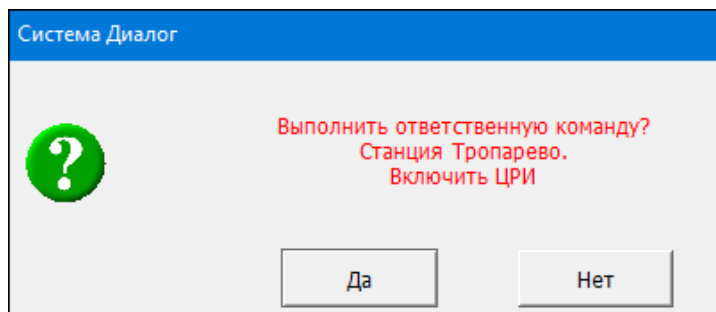

Рис. 3.7 Окно подтверждения выбора ответственной команды
1. Нажать кнопку «ИР», контур кнопки начнет мигать красным цветом. появится окно подтверждения выбора ответственной команды ТУ (Рис. 3.7).